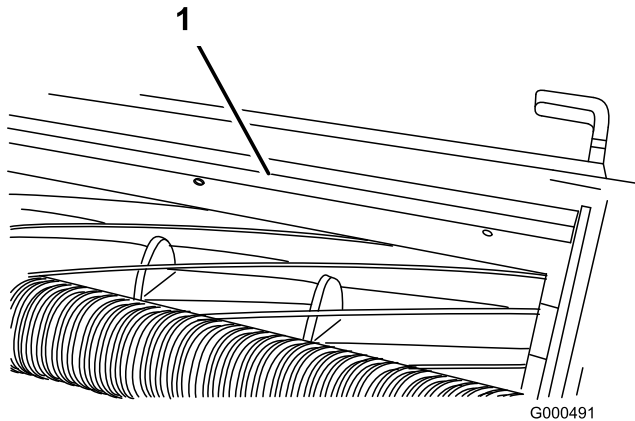

図 18
1. バー（図 18）をカッティングユニットに固定しているネジをゆるめる。